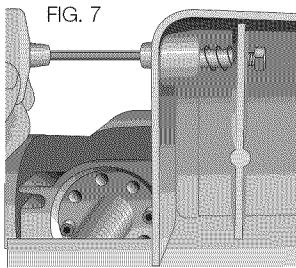

FIG. 7
6. Sous la raboteuse, utiliser une clé pour immobiliser l'écrou pendant que l'on y insère le boulon à gradins. On peut utiliser le tourne-à-gauche intégré à la raboteuse pour tourner le boulon à gradins jusqu'à ce qu'il soit bien serré (fig. 7).